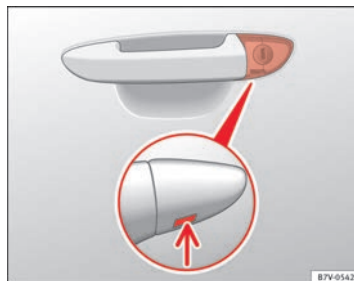

Fig. 54 Poignée de la porte du conducteur : barillet de serrure caché.
- Introduisez le panneton dans l'ouverture du cache de la poignée de la porte du conducteur depuis le bas ⇒ fig. 54 (flèche) et soulevez le cache.